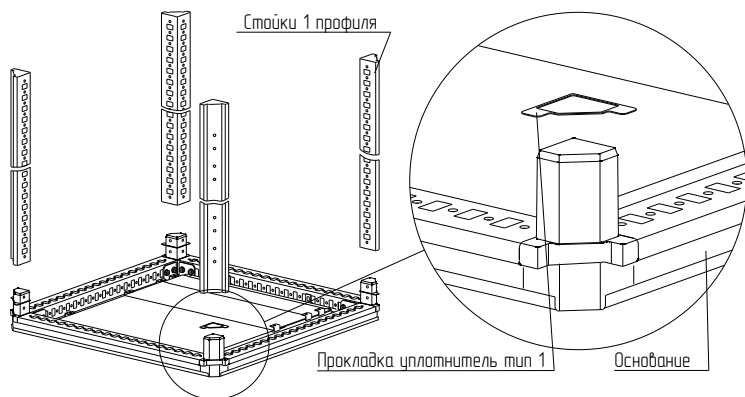

Рисунок 1
4.1.3 Наденьте сверху на основание четыре «Прокладки уплотнитель тип 1» и «Стойки 1 профиля» (рисунок 1).